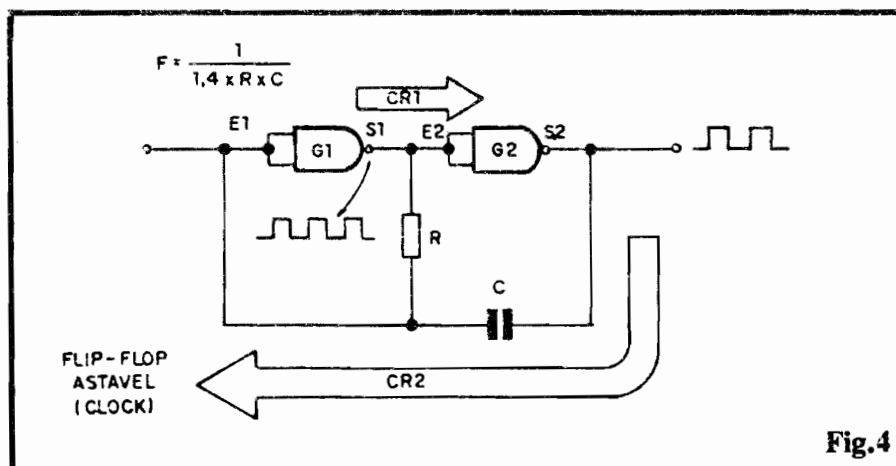
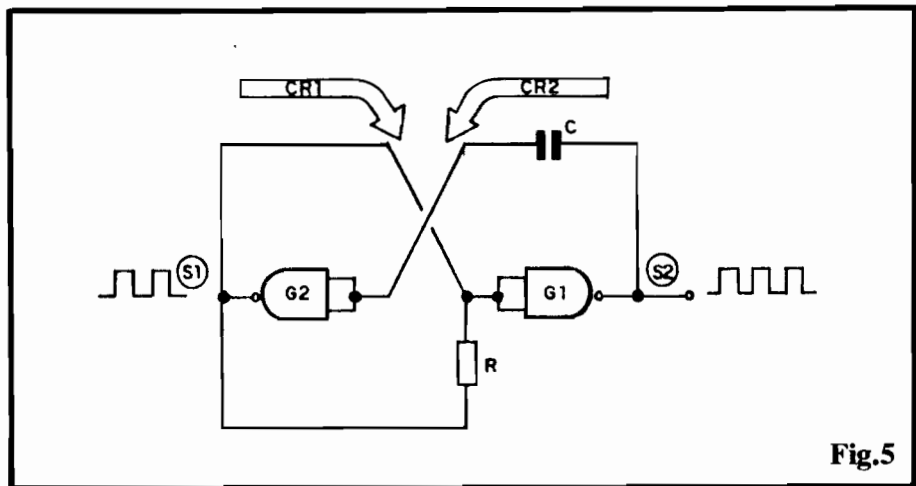
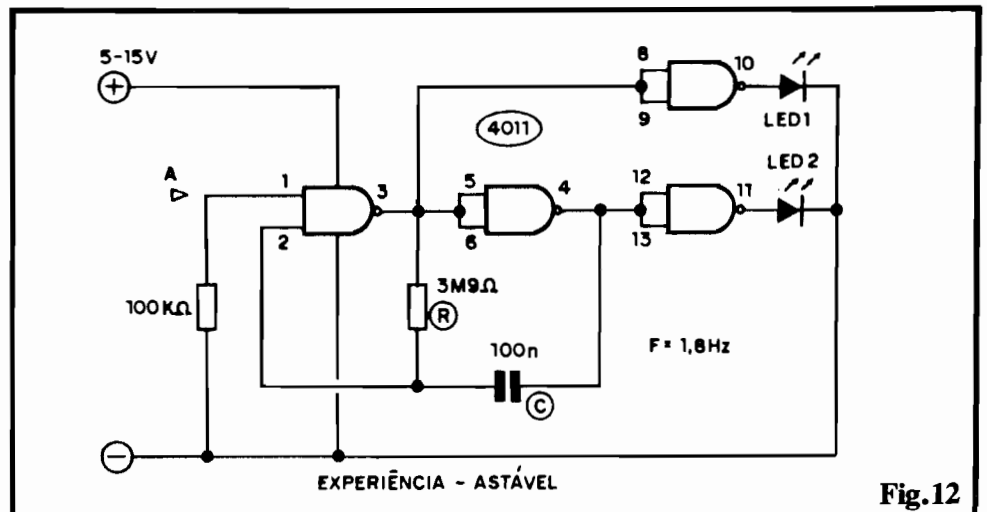

Fig.4
Fig.5
Fig.12
- FIG. 4 - FLIP-FLOP ASTÁVEL (CLOCK) COM GATES C.MOS - Usando, por exemplo, dois gates NAND contidos num C.MOS 4011, é muito simples a elaboração de um ASTÁVEL ou CLOCK... Notem que - no caso - ambas as Entradas de cada um dos gates foram "juntadas", fa-
- FIG. 5 - CONFIRMANDO A ESTRUTURA SIMÉTRICA DO ASTÁVEL COM GATES C.MOS - Para ficar mais fácil perceber a semelhança estrutural do circuito da fig. 1 com o da fig. 4, desenhamos este último de outra maneira (mas mantendo as conexões elétricas rigorosamente como estão na fig. 4). Observem, então, a simetria da "gangorra" elétrica, Entradas, Saídas, percursos de realimentação, etc. É mais comum, nos "esquemas", vermos o ASTÁVEL com **gates** desenhado nos moldes da fig. 4, porém o Leitor/"Aluno" deve sempre reconhecer nele, a estrutura simétrica mostrada na fig. 5...
- FIG. 12 - (EXPERIÊNCIA) - **ASTÁVEL** - Monte o circuito, no **proto-board**, de acordo com o esquema, ligue a alimentação e verifique o funcionamento, que mostrará ambos os LEDs piscando alternadamente, numa Frequência de aproximadamente 1,8Hz (quase duas alternâncias por segundo...). Se quiser, experimente mudar os valores de R e/ou de C, observando o **quê** tais alterações "fazem" com a Frequência de alternância na iluminação dos LEDs... Procure, também, descobrir "o **quê**" os **gates** delimitados pelos pinos 8-9-10 e 11-12-13 estão "fazendo" no circuito (já que no diagrama básico do **ASTÁVEL** - fig. 4), tais **gates** não estão presentes...).